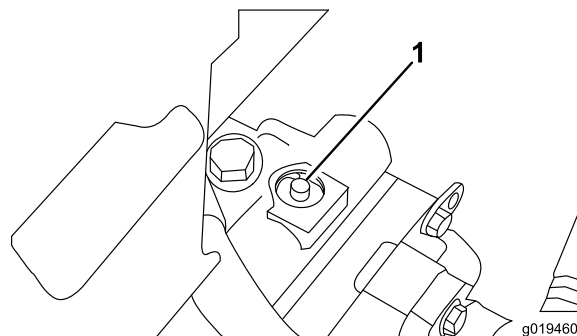

図 40
1. バイパスバルブは可変吐出ポンプ 図 40 の上部に取り付けられている。バルブを右または左に90°回転させると内部でバイパスが形成される。これにより、トランスミッションを破損することなく、機械を押して低速で移動できるようになる。